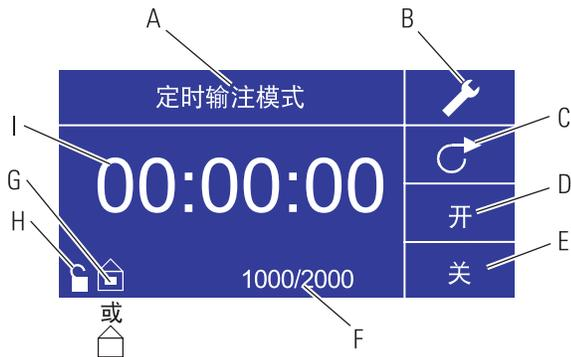

图 3-4 定时输注模式屏幕
- I. **时间显示：**中心数字显示控制台的打开或关闭时间的剩余时间，屏幕右侧会加亮显示是打开时间还是关闭时间（参见图3-4中的位置D或E）。
6. **设置打开时间：**为了设置打开时间，请使用方向按钮和输入键来选择“打开 (ON)”这个字段（参见图3-4中的位置D）。这样做可以使屏幕中心的定时器加亮显示（参见图3-4中的位置I）。再次按输入键，使用上/下箭头来设置定时器。使用左/右箭头来在数字间进行切换。选择好最佳打开时间后，再次按输入键进行确认。控制台现在将保持运行一段时间，时间长短由屏幕中心显示的时间决定。
7. **设置关闭时间:** 为了设置关闭时间, 请使用方向按钮和输入键来选择“关闭 (OFF)”这个字段 (参见图3-4中的位置E)。这样做可以使屏幕中心的定时器加亮显示 (参见图3-4中的位置I)。再次按输入键, 使用上/下箭头来设置定时器。使用左/右箭头来在数字间进行切换。选择好最佳关闭时间后, 再次按输入键进行确认。控制台现在将停止运行一段时间, 时间长短由屏幕中心显示的时间决定。**注:** 如果关闭时间被设为00:00:00, 控制台需要根据键盘或远程I/O连接器输入的启动/停止指令开启下一次输注。
8. **选择批次数量:** 在控制台根据所选打开/关闭时间运行前, 请先选择需操作的批次数量。要完成此操作, 请使用方向按钮和输入键来选中“批次 (BATCH)”图标 (参见图3-4中的位置F)。在批次数选择屏幕上, 按输入键, 然后通过方向按钮上的上/下箭头选择想要使用的批次数量。使用左/右箭头来在数字间进行切换。再一次按压输入键, 确认所选的批次数量。如果数量被设定为零 (0), 控制台将会进行无限次循环, ∞符号将会显示出来。使用方向按钮, 选择退出选项, 返回到定时输注操作屏幕。
10. **重设批次:** 如需重设批次, 请使用方向按钮和输入键来选择“批次”图标 (参见图3-4中的位置F)。在批次数屏幕上, 使用方向按钮选中“重设 (RESET)”并按下输入键, 对批次数进行重设, 然后选择退出选项, 返回到定时输注模式操作屏幕。